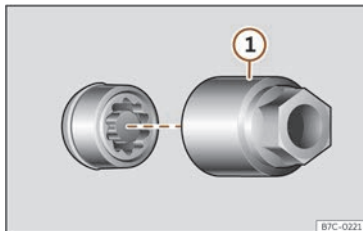

Fig. 199 Boulon antivol de roue avec capuchon et adaptateur.
- Encastrez l'adaptateur spécial >>> **fig. 199 ①** (outillage de bord >>> page 292) sur le boulon de roue antivol jusqu'à la butée.